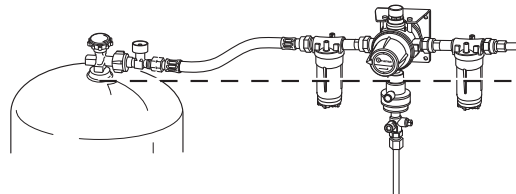

Afbeelding 3 Afmetingen in mm. Weergave niet op schaal.
- De DuoControl CS moet afhankelijk van de uitvoering verticaal op een stevige wand of horizontaal tegen de bovenkant van de gasfleskast worden gemonteerd. Het **ontkoppelement** (afb. 3 – A) moet altijd in **verticale positie** staan.